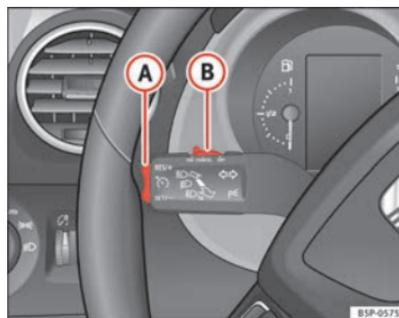

Fig. 149 Levier des clignotants et des feux de route : commande et touche basculante pour régulateur de vitesse
- Appuyez sur la partie supérieure **RES+** de la commande à bascule ⇒ fig. 149 **A** pour augmenter la vitesse. Tant que vous maintenez enfoncée la commande à bascule, le véhicule accélère. Lorsque vous lâchez la commande à bascule, la nouvelle vitesse est mémorisée.
⇒ fig. 149 **A**.